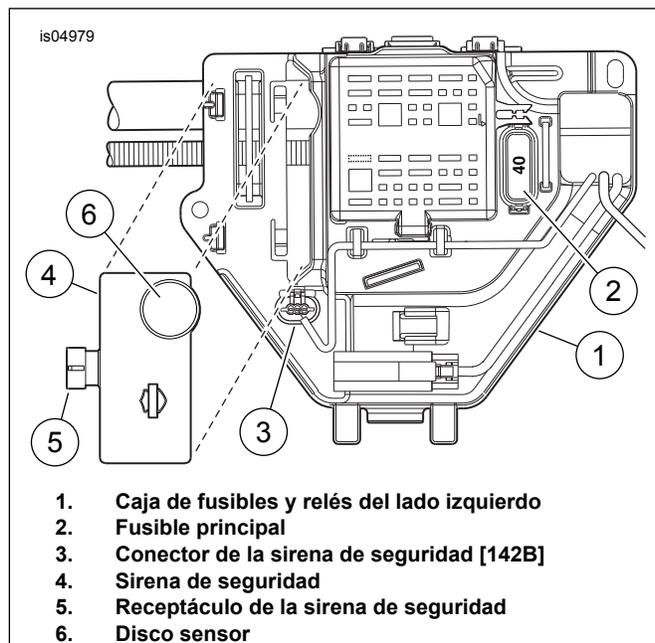

Figura 15. Instalación de la sirena (FL Touring de 2008 y posteriores)
2. Vea Figura 15. Extraiga el conector de la sirena de seguridad [142B] (3) del retén de la caja de fusibles y relés. Inserte el conector de la sirena de seguridad [142B] dentro del receptáculo de la sirena de seguridad (5) hasta que el conector enganche firmemente.